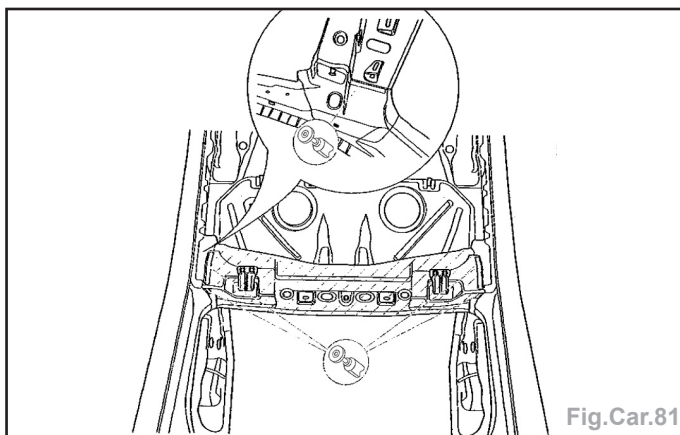

Fig.Car.81
- Meuler les points de soudures électrique (Fig.Car.81).